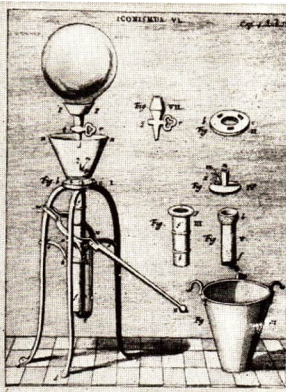

Bild 110/1 Originalabbildungen aus Guericke's „Experimenta Nova“ (Neues Experiment) links: Auspumpen einer Kupferkugel, rechts: Luftpumpe
BLAISE PASCAL (1623 bis 1662) wiederholte 'und erweiterte die Torricellischen Versuche und vermutete, daß die Quecksilbersäule auf dem Gipfel eines Berges kürzer sei als am Fuß. Ein Versuch auf dem Puy de Dôme bei Clermont zeigt die Richtigkeit dieser Annahme (1648). Großes Aufsehen erregten die etwa zur gleichen Zeit vorgenommenen Versuche des Magdeburgers OTTO VON GUERICKE⁹ (1602 bis 1686). GUERICKE stammte aus einer reichen Patrizierfamilie. Er studierte an verschiedenen Universitäten Jura, Mathematik, Mechanik und Befestigungslehre. Als Ratsherr seiner Heimatstadt wurden ihm daher auch Verteidigungsaufgaben übertragen, denen in den Wirren des 30jährigen Krieges besondere Bedeutung zukam. GUERICKE war ein äußerst vielseitiger Mensch, der mitten im Leben seiner Zeit stand. Seine Wahl zum Bürgermeister brachte viele Aufgaben mit sich, die viel Zeit beanspruchten. Um so bewundernswürdiger sind GUERICKE'S wissenschaftliche Arbeiten, die er ohne Kenntnis der Torricellischen Versuche begonnen hatte. Das beträchtliche Vermögen ermöglichte GUERICKE aber auch Versuche großen Aufwands, die von aller Welt bestaunt wurden. Man schätzt, daß er rund 50000 Mark für die Versuche aufwandte. Die bekannteste Erfindung GUERICKE'S ist die Luftpumpe. Er hatte zur Herstellung eines luftleeren Raumes ein Faß mit Wasser gefüllt und dieses mit einer Feuerspritzenpumpe aus dem Faß zu ziehen versucht (Bild 110/1).
5. Warum sehen die Anzüge der Welt- raumfahrer (Bild 110/2) ähnlich wie die Taucheranzüge aus? Was muß man im Gegensatz zum Taucheranzug be- achten?